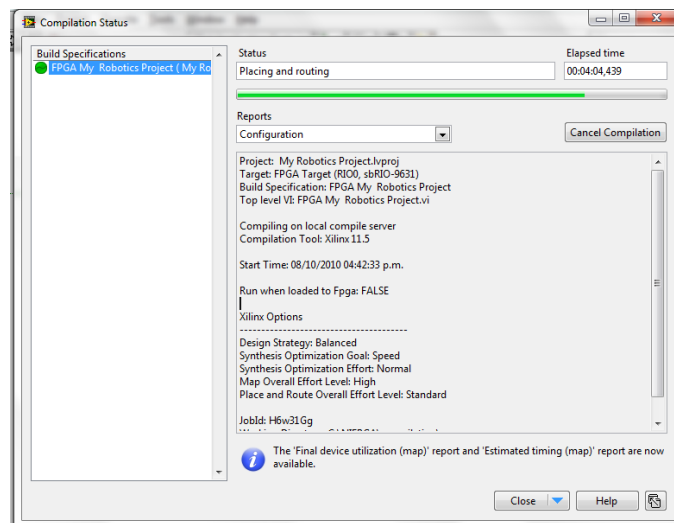

Fig. 46 Resultados de la compilación.
7. Ahora puede guardar el programa para posteriormente compilarlo. Espere algunos minutos y observe el estado de compilación (Fig. 46).